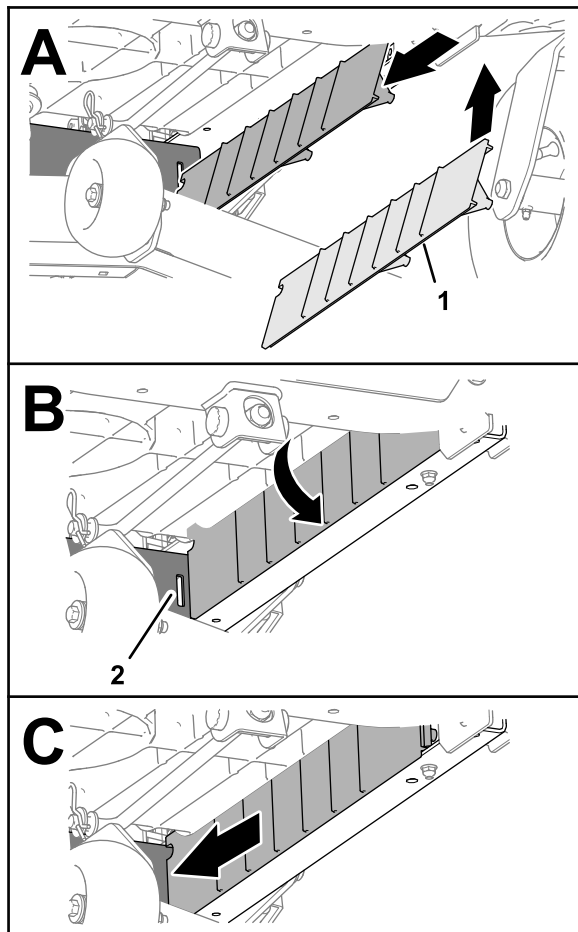

図 12
1. 機体下部で、左レールフレームにレールガードを合わせてフレームレールにはめ込み、ガードを後方にスライドさせる。ガードのタブが、フレームのクロスブレースにあるスロットにはまるまでスライドさせる 図 12。